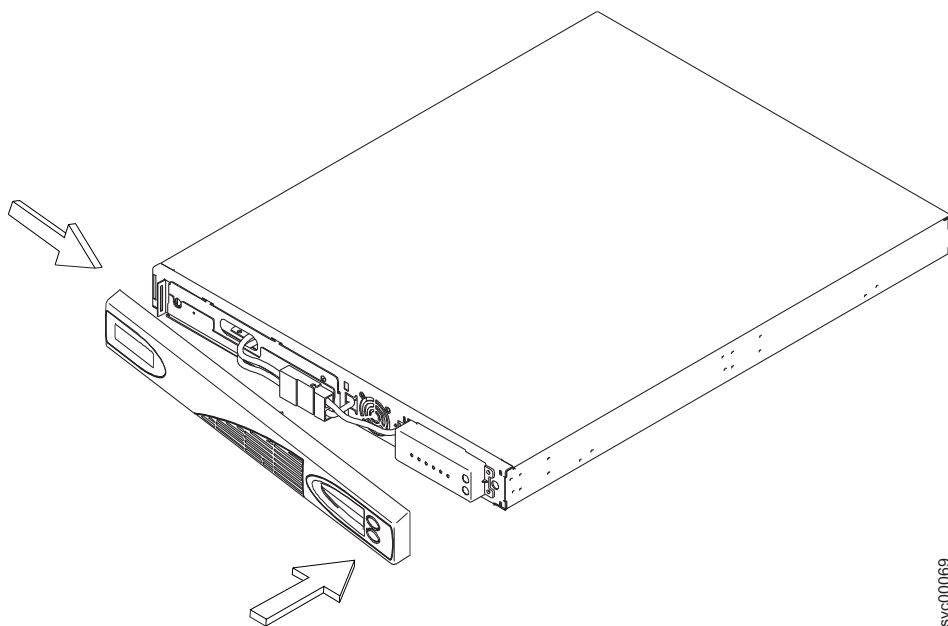

Figura 245. Substituindo o Painel Frontal do 2145 UPS-1U
3. Conecte o conector de bateria interna, conforme mostrado na Figura 245 na página 290. Cada extremidade do conector com chave possui dois fios: um vermelho (+) e um preto (-). Junte o fio preto e o fio vermelho.
4. Empurre o painel frontal para a direita para capturar a extremidade esquerda do painel. Empurre o painel frontal para a frente até que o painel se encaixe nas seções direita e central do 2145 UPS-1U, como mostrado na Figura 245 na página 290.